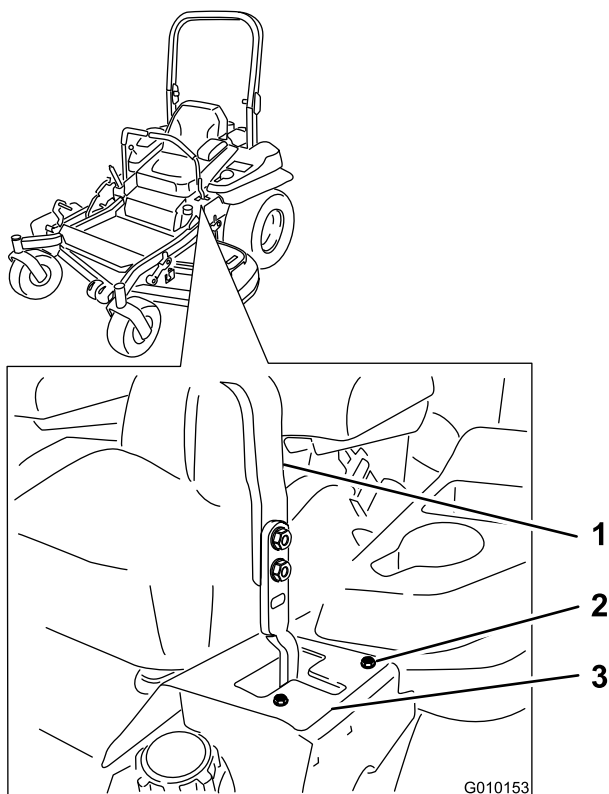

図 55
6. 右にずれていく場合には、ボルトをゆるめて左側T字スロットの左ストッププレートを後ろにずらす 図 55。
7. 左にずれていく場合には、ボルトをゆるめて右側T字スロットの右ストッププレートを後ろにずらす 図 55。
8. ストッププレートを締め付ける 図 55。